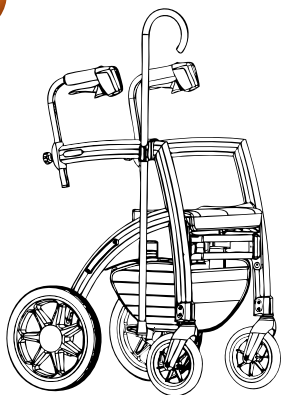

Abbildung 4
4. Kontrollieren Sie, ob Ihr Gehstock oder Ihre Krücke fest sitzt, die Räder nicht blockiert und nicht wegrutscht (Abb. 4).